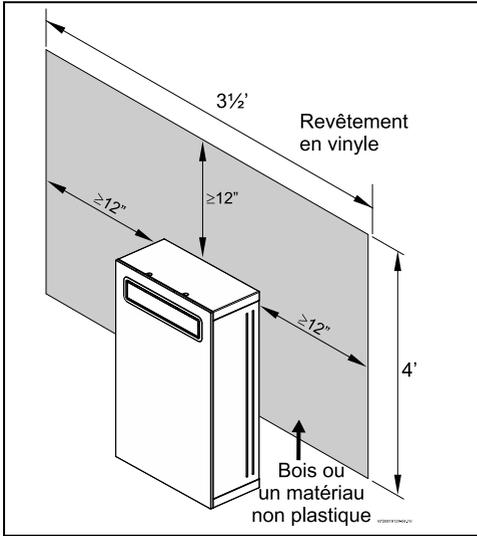

Fig. 7 Installation sur du vinyle
- ▶ Ne pas installer le chauffe-eau directement un revêtement en vinyle. En présence d'un revêtement en vinyle, une zone de 3 1/2" x 4" doit être découpée dans le revêtement puis remplacée par du bois ou un autre matériau non plastique. Voir fig. 7.